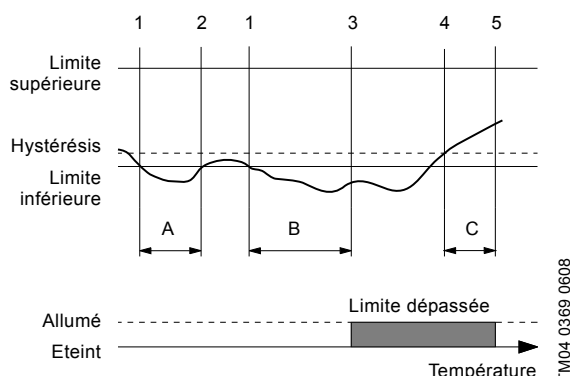

Fig. 36 Exemple de dépassement de la limite inférieure.
Il s'agit d'une fonction de surveillance avec information, avertissement ou alarme en cas de dépassement de la limite inférieure ou supérieure. Voir fig. 36.
Le compteur temporisation de détection démarre si une limite est dépassée (1). Voir fig. 36. La durée peut être configurée.